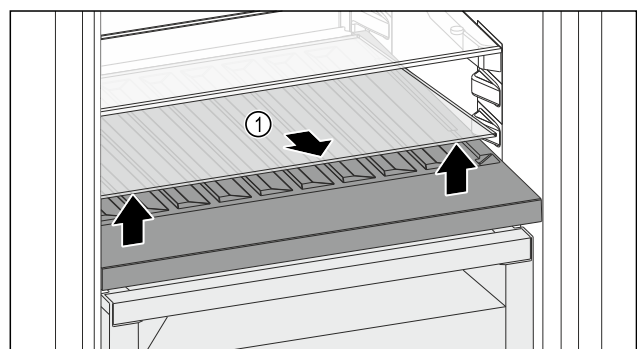

Fig. 174
- ▶ Приподнимите стеклянную пластину Fig. 174 (1) за выемку спереди и извлеките.
- ▶ Уложите стеклянную пластину Fig. 174 (1) на хранение вне устройства.
- ▶ Установите стеклянную пластину (2) под сменной полкой для хранения бутылок.